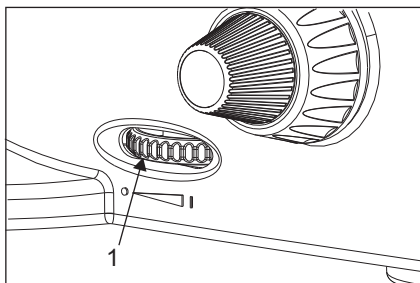

Fig. 10
2. Rotar el mando para el ajuste de intensidad de la luz (fig. 10) en la dirección de la flecha incrementa el brillo mientras que rotar en la dirección opuesta disminuye la intensidad del brillo.